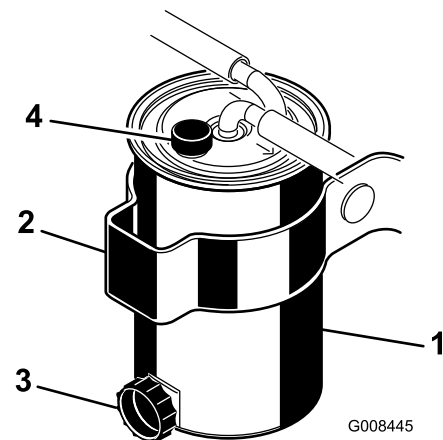

図 47
2. フィルタ容器(図 47)の周辺をウェスできれいにぬぐう。
4. フィルタのドレン・プラグとブリーザ・バルブを開く（図 47）。